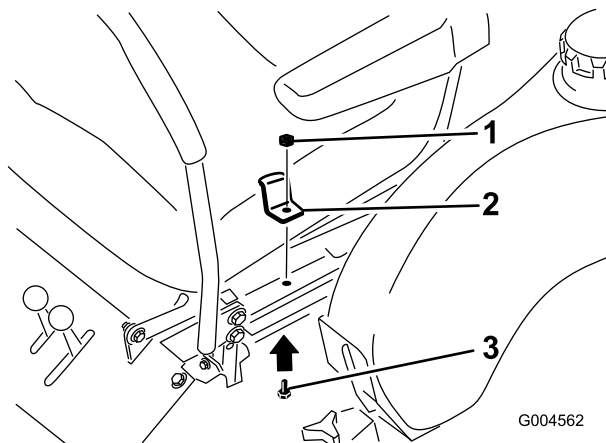

Figura 19
1. Togliete la staffa di sostegno del sedile (Figura 19).
4. Abbassate il sedile e fissatelo con la staffa di sostegno del sedile (Figura 19).